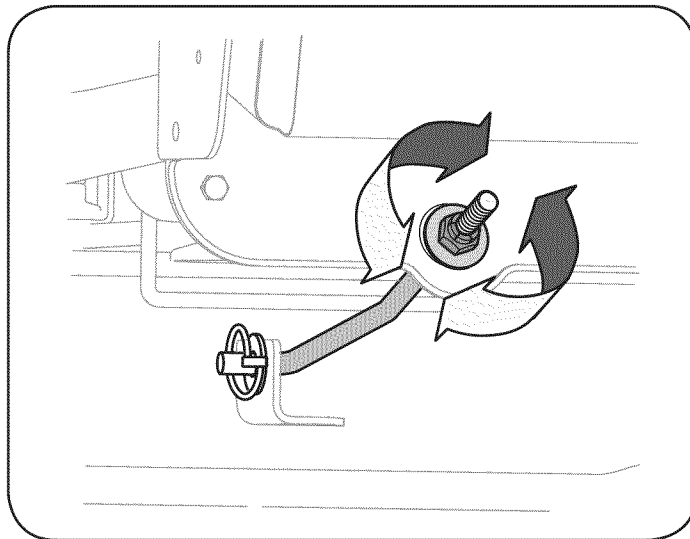

Figura 27
1. Para elevar la parte delantera de la plataforma, ajuste (enrosque hacia adentro) la contratuerca contra la ménsula de suspensión delantera. Vea la Figura 27.
2. Para bajar la parte delantera de la plataforma, afloje (enrosque hacia afuera) la contratuerca, alejándola de la ménsula de suspensión delantera. Vea la Figura 27.